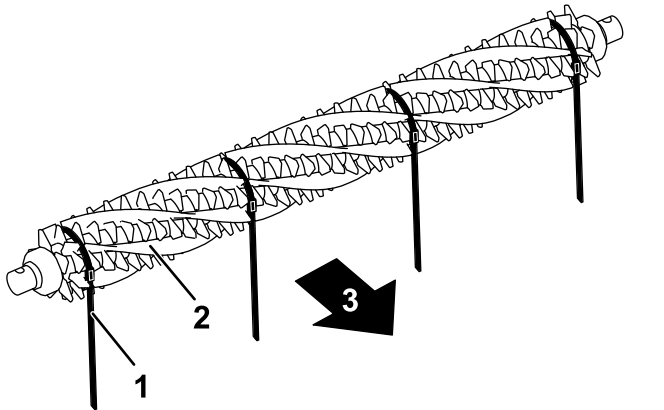

Figura 18
3. De um lado do cilindro do rastelo, faça deslizar uma escova para cada ranhura em torno de todo o comprimento do cilindro do rastelo (Figura 18).
Importante: Deve envolver as fitas em torno da lâmina do rastelo e conjunto de escova na direção de rotação principal. Figura 18 mostra as fitas instaladas para rotação para a frente.